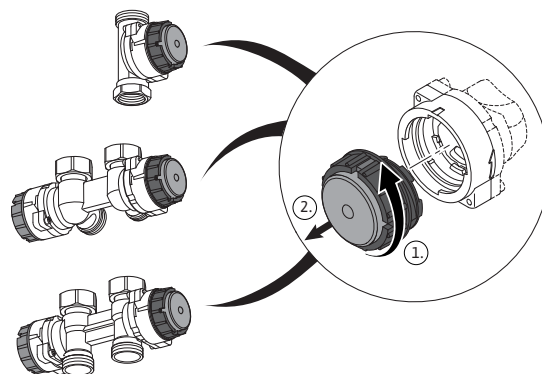

Fig.16-4 Bypass vorlaufseitig abnehmen
- Den schwarzen, mit der roten Kappe gekennzeichneten Bypass im Pumpenadapter ¼ Umdrehung gegen den Uhrzeigersinn drehen und vom Bajonettverschluss abnehmen (siehe Fig. 16-4). Den Bypass für spätere Wartungs- und Servicezwecke aufbewahren.